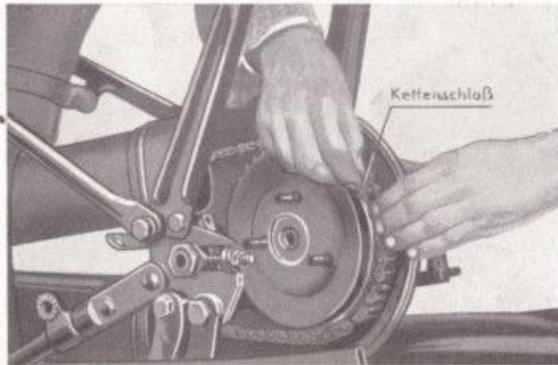
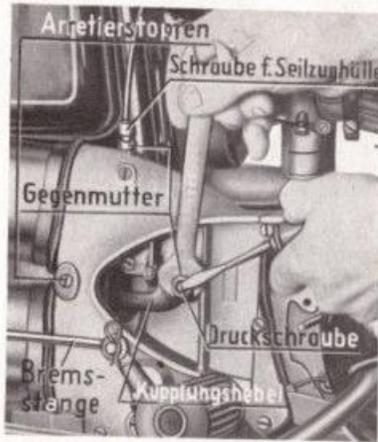

Abb. 13
Abb. 18
Nach dem Ausbau des Hinterrades (siehe Seite 30) lösen Sie am Getriebe abschlußdeckel (Abb. 18) die sechs Schlitzschrauben, hängen vorne die Bremsstange aus, entfernen den Arretierstopfen (Bild 18) und die 7 Schlitzschrauben samt dem hinteren Kettenschutzdeckel. Nach dem Lösen der Sicherungsfeder durch das Schauloch und dem Abnehmen der Verschlußplatte am Kettenschloß (Abb. 12) drehen Sie den Kettenstoß nach hinten und entfernen hier das Schloß (Abb. 13).
durch das Kettenschloß (Abb. 13), drehen die Kette alsdann wieder so weit nach vorne, bis Sie durch das Schauloch (Abb. 12) das Verschlüßglied und die Sicherungsfeder einführen können. Nach dieser Hauptarbeit ziehen Sie den hinteren Kettenschutzdeckel und den Getriebeabschlußdeckel mit den je 7 Schlitzschrauben wieder fest, bringen die Gummimanschetten in die alte Lage und hängen die Bremsstange wieder ein.
2. Durch **Linksdrehen** der im Kupplungshebel sitzenden Druckschraube (Abb. 18). Auch hier ist vorher die Gegenmutter zu lockern und nach